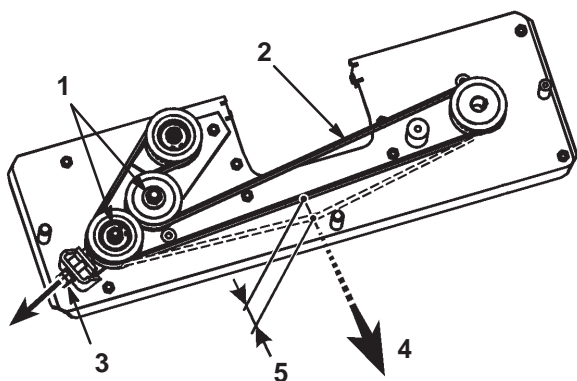

Bild 40
4. Lösen Sie die zwei Sechskantmutter auf der Antriebsscheibe (Bild 40).
5. Stellen Sie die M10-Mutter so ein, dass sich der Riemen 5 mm mit einer Spannung von 30 N durchbiegt (Bild 40).